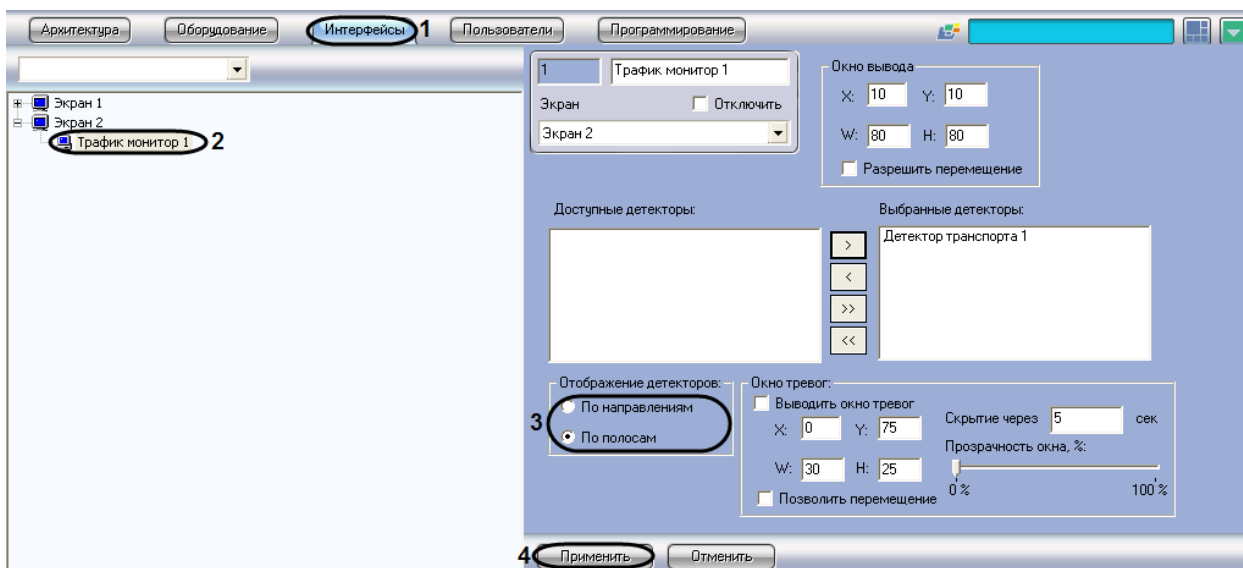

Рис. 7.7—3. Выбор способа отображения информации о движении ТС
3. Установить переключатель «Отображение детекторов» в одно из предложенных положений (по направлениям, по полосам) (см. Рис. 7.7—3, 3).
4. Нажать кнопку «Применить» для сохранения настроек (см. Рис. 7.7—3, 4).